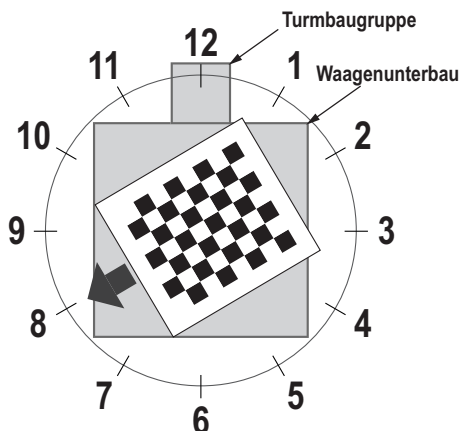

Abbildung 5-12. Drehung auf die 8-Uhr-Position
13. Richten Sie das Kalibrierungsobjekt so aus, dass das Fadenkreuz zentriert ist. Drehen Sie das Kalibrierungsobjekt auf die 8-Uhr-Position aus und nehmen Sie dabei die Turmbaugruppe als 12-Uhr-Position an (Abbildung 5-12).